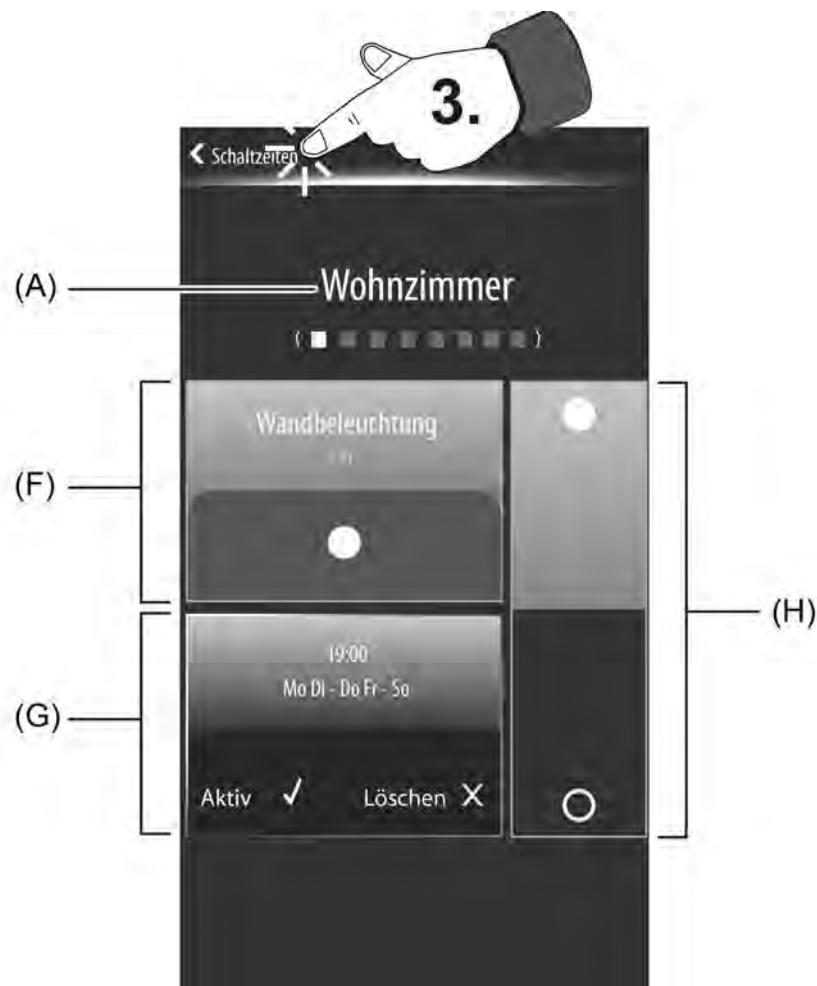

Bild 105: Beispiel eines Untermenüs zur Konfiguration einer Schaltzeit
Wird in der Übersicht aller Schaltzeiten eine Sensorfläche mit dem Finger berührt, verzweigt das Gerät in das Untermenü der selektierten Schaltzeit. Das Untermenü kann verwendet werden, um Schaltzeiten zu verändern, zu aktivieren oder zu inaktivieren oder zu löschen. Die je Schaltzeit vorhandenen Untermenüs verfügen über verschiedene Bedien- und Anzeigebereiche (Bild 105).
Im Anzeigebereich (G) eines Schaltzeit-Untermenüs ist am unteren Rand die Schaltfläche "Löschen" sichtbar (Bild 105). Der Löschmodus einer Schaltzeit wird durch Berühren dieser Schaltfläche ausgewählt (Anzeige: ✓). Die Schaltzeit wird jedoch erst dann gelöscht, wenn in der Statuszeile am oberen Displayrand das Symbol "Speichern ✓" gedrückt wird. Durch das Löschen werden die Konfigurationen zur betroffenen Schaltzeit verworfen und Kanalzuordnungen entfernt.